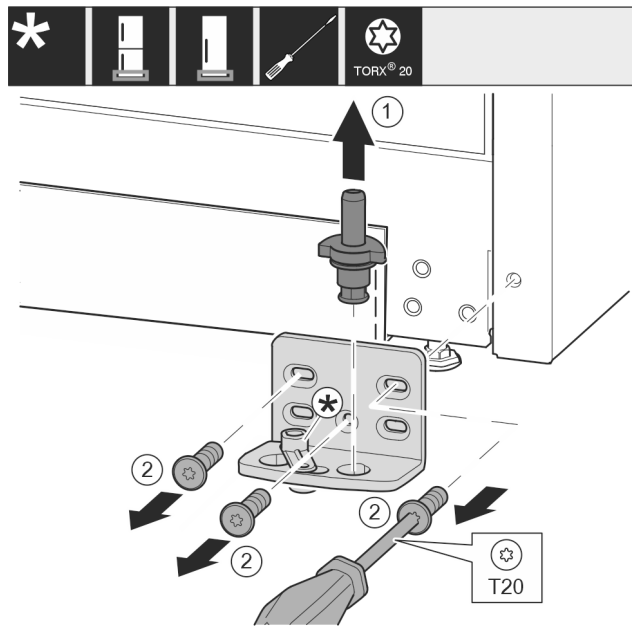

Fig. 42 *
- ▶ Izvucite svornjak ležaja Fig. 42 (1) potpuno prema gore.*
- ▶ Odvijačem odvrnite vijke Fig. 42 (2) i skinite podložak ležaja.*